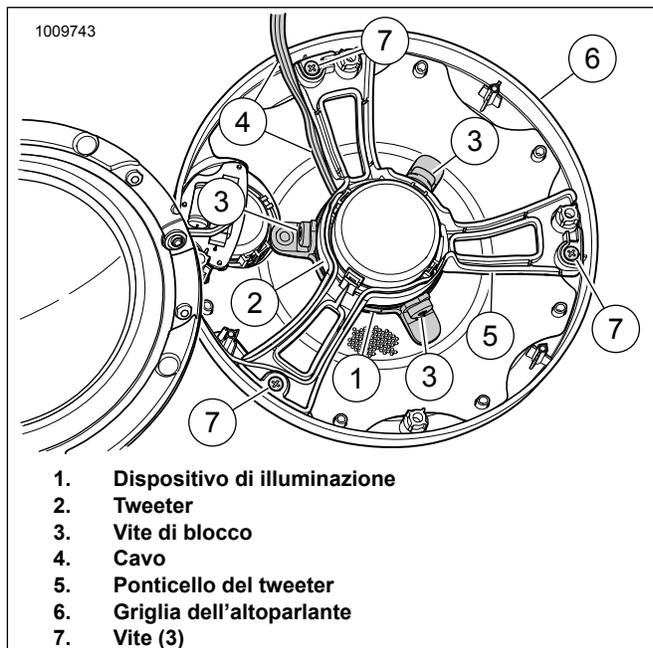

Figura 26. Griglia dell'altoparlante, ponticello del tweeter e luce LED
Vedere la figura 26. Collocare il dispositivo di illuminazione (1) sul tweeter (2) come mostrato. Premere leggermente il dispositivo di illuminazione per posizionarlo.